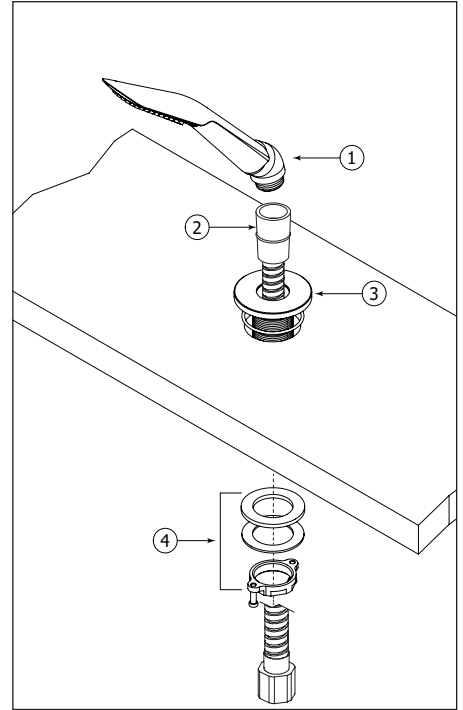

Fig.3
Insert the base (3) (decorative flange, threaded rod) into the deckmount hole. Secure with supplied tie-down kit (4) (see Fig. 3) Insert the chrome hose (2) into the base hole (smaller 3/8 hex nut end). Then, connect the other end of the hose (including washer) to the handshower (1). Tighten firmly.
Insérer la base de la douchette (3) (rosace décorative et manchon fileté) dans le trou de la surface. Ensuite, fixer la base avec l'écrou (4) et la rondelle en caoutchouc (voir Fig.3). Insérer le raccord HEX 3/8" (le raccord le plus petit) du boyau en chrome (2). Ensuite, raccorder l'autre bout du boyau (incluant la rondelle en caoutchouc) à la douchette (1). Bien serrer.